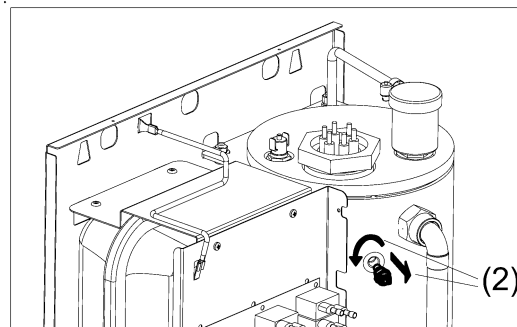

Рисунок 13. Замена датчика температуры теплоносителя
- (1) Отсоедините штекер от датчика.
- (2) Выверните датчик (см. рис. 13) из теплообменника.
- (3) Вверните новый датчик в теплообменник, при уплотнении резьбы специальный резьбовой герметик.
- (4) Подсоедините штекер.
- (5) Проверьте герметичность установки датчика.
- (6) Проверьте надёжность контактов электрического подсоединения.